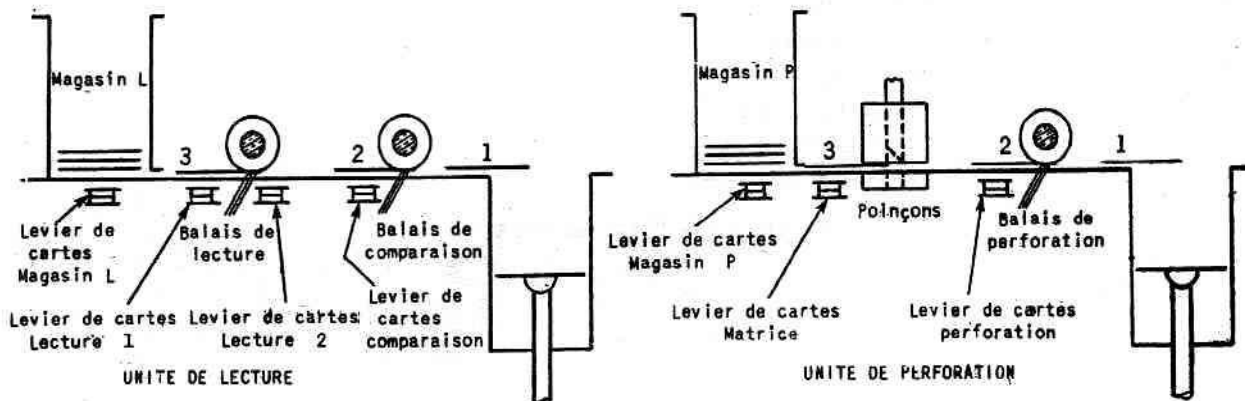

Figure 70 - Position des cartes à la fin du 3^{ème} cycle
- un schéma montrant le fonctionnement des 3 cycles de cartes avec les magasins d'alimentation et les unités de lecture et de perforation (figure 70 du volume-2),